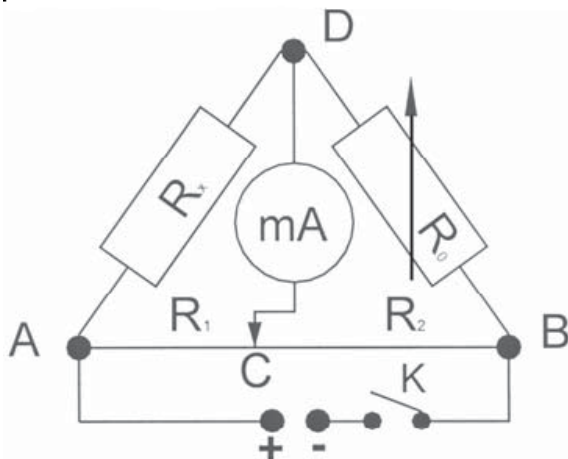

Fig. 1
A montagem de uma ponte de Wheatstone serve para determinar uma resistência (veja fig. 1).
- Conectar a montagem da experiência como ilustrado (veja fig. 1).
- Montar a experiência como indicado na fig. 1, porém, em vez de uma lâmpada incandescente, utiliza-se cabos de resistência de 1 a 3 m de comprimento.